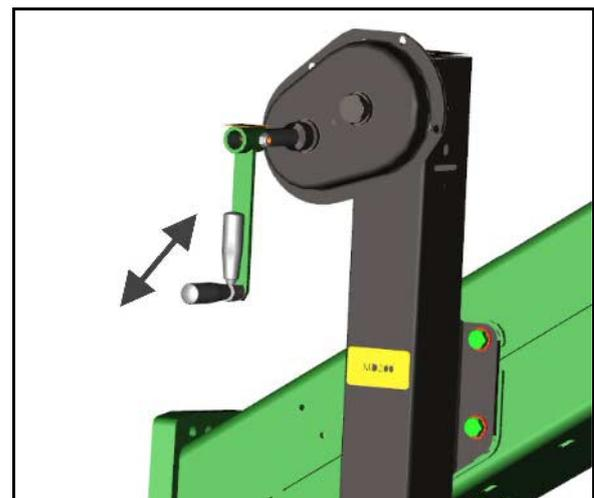

Fig. 58
La figura (Fig. 58) representa el trazado de carriles con algunos ejemplos:
1. En la tabla situada al lado (Fig. 58) busque:
La ilustración (Fig. 58) muestra, entre otros, ejemplos de trazado de carriles con ritmo de carriles 4, 6 y 8.
La ilustración (Fig. 58) muestra, entre otros, ejemplos de trazado de carriles con ritmo de carriles 2 y 6plus.